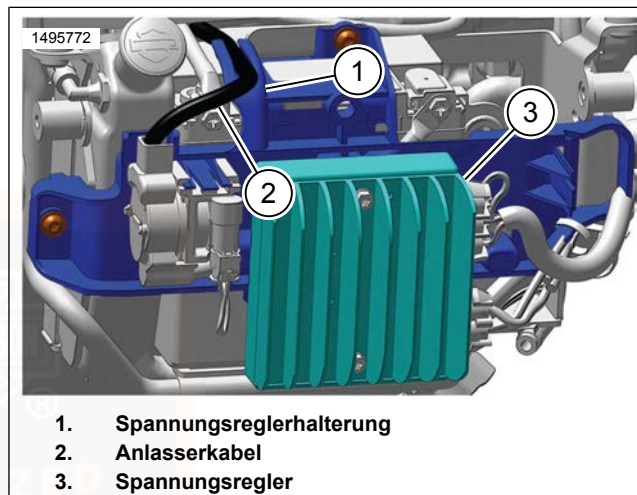

Abbildung 81. Negative Kabelhalterung
- a. Siehe Abbildung 81. Das Anlasserkabel (2) in der Halterung (1) verlegen.